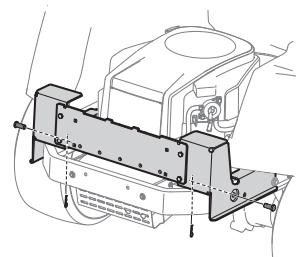

Figure 3
- Fixez le support à l'appareil avec 2 axes de chape (711-0310) et 2 goupilles fendues (714-04023) du kit de quincaillerie (689-02200). Voir Figure 3.